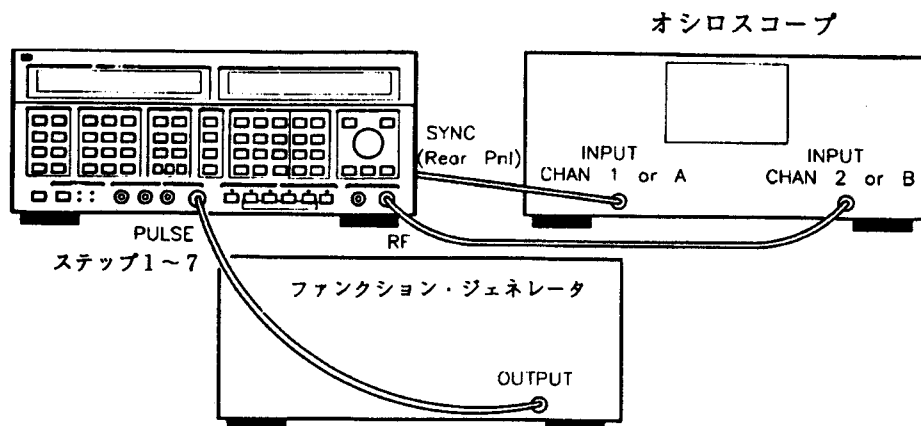

図 2-11. パルス変更手順 1 のための装置セットアップ
1. 図2-11のように、本器をオシロスコープとファンクション・ジェネレータに接続します。機器の電源を投入し、以下の調整を行います。